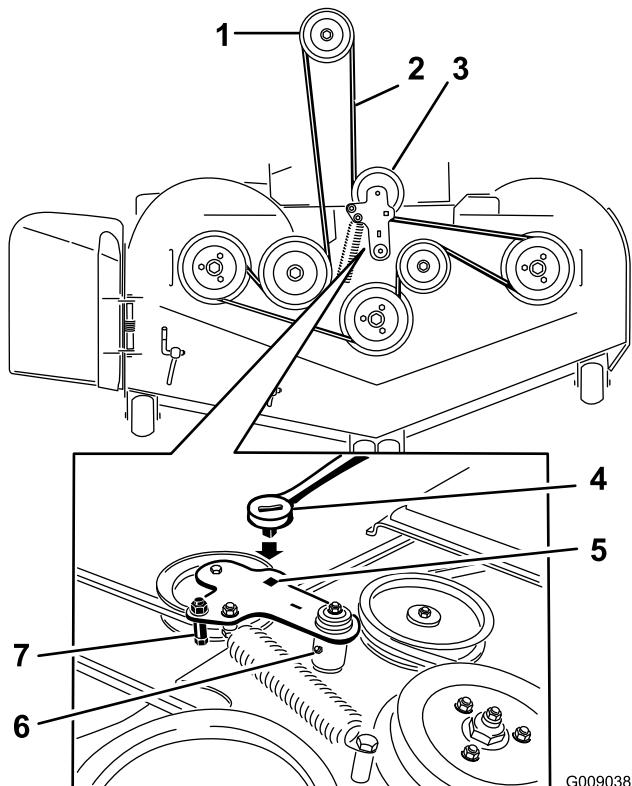

図 56
5. アイドラアームについている四角い穴にラチエットを差し込んで、てこの原理でアイドラスプリングのテンションをゆるめる（図 56）。
7. 図 56 にあるように、スプリング付きのアイドラームについているベルトガイドを取り外す。
9. 新しいベルトをデッキのプーリー、およびエンジン下のプーリーに取り付ける（図 56）。
10. 図 56 にあるように、ベルトガイドを取り付ける。
11. 四角い穴にラチェットを差し込んで、アイドラスプリングを取り付ける（図 56）。